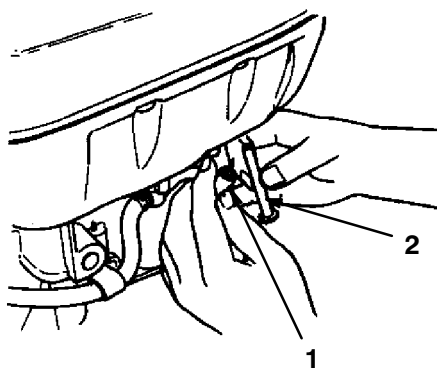

Figure 30
- Desserrer le collier de fixation de la conduite d'alimentation au réservoir d'essence, et déposer la conduite (Fig. 30).
- Retirer le filtre à essence du réservoir d'essence (Fig. 30).